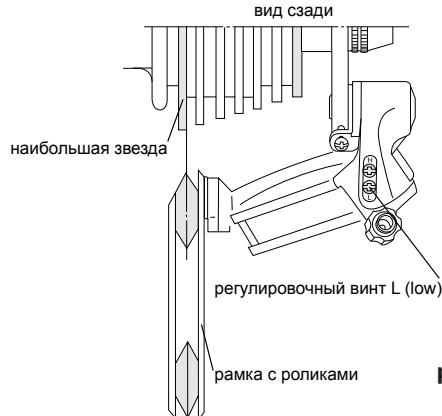

рис. 22
- ограничительным винтом L (low) добейтесь того, чтобы при крайней низшей передаче (наибольшая звезда) рамка с роликами свободно находилась в плоскости большой звезды (рис. 22), при этом переключение шифтера в положение низшей передачи, должно проходить легко и четко.